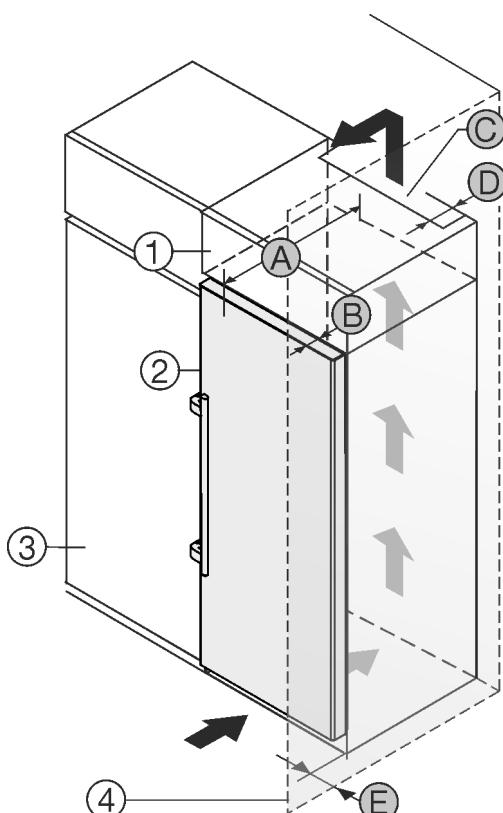

Fig. 2
Prietaisa galite statyti iš karto šalia virtuvės spintelės Fig. 2 (3).*
Galinėje uždedamos spintelės pusėje turi likti tarpas ventiliacijai, kurio gylis Fig. 2 (D) būtų per visą uždedamos spintelės plotį.*
Po patalpos lubomis turi būti laikomasi vėdinimo angos skerspjūvio Fig. 2 (C).*
Jei prietaisas su lankstaais statomas greta sienos Fig. 2 (4), mažiausias atstumas tarp prietaiso ir sienos turi būti 57 mm . Tai atitinka rankenų išsikišimą esant atvertoms durims.*
Kad durys atsidarytu iki galio, palyginti su šaldytuvo priekiu, prietaisas turi išsikišti bent per savo durų gylį Fig. 2 (B). Priklausomai nuo virtuvės spintelės Fig. 2 (3) gilio ir atstumą iki sienos nustatančių detalių naudojimo, prietaisas gali išsikišti daugiau.*